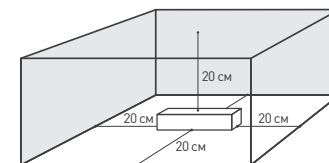

Рис. 3. Свободное пространство вокруг источника
- 4.4. Для естественной вентиляции обеспечьте свободное пространство вокруг источника питания не менее 20 см, как изображено на рис. 3. При невозможности обеспечить свободное пространство используйте принудительную вентиляцию.